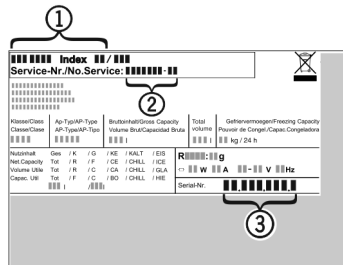

Fig. 12
- ▶ Očitajte naziv uređaja Fig. 12 (1), servisni broj Fig. 12 (2) i serijski broj Fig. 12 (3) s tipske pločice. Tipska pločica nalazi se na lijevoj unutarnjoj strani uređaja.
- ▶ Obavijestite službu za kupce i javite im kvar, naziv uređaja Fig. 12 (1), servisni broj Fig. 12 (2) i serijski broj Fig. 12 (3).